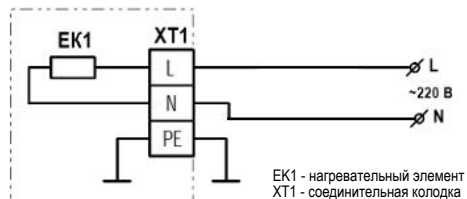
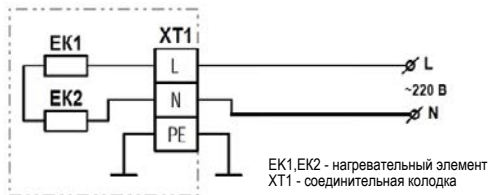
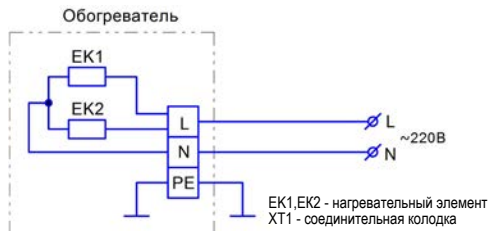
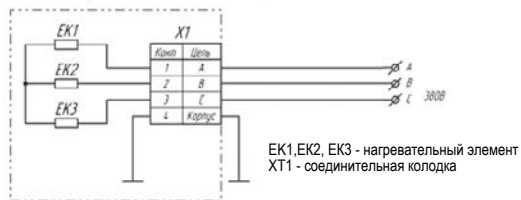

Рис. 4
Рис. 5
Рис. 6
Рис. 7
- закрепить оголённые концы электрического кабеля в соединительной колодке обогревателя, жёстко притянув их винтами, в строгом соответствии с с рис.4, или рис.5, рис.6, или рис.7.